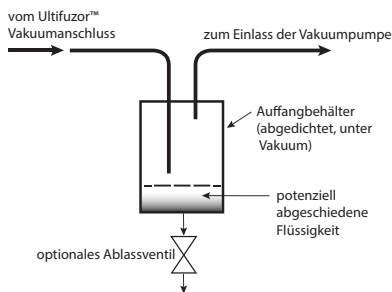

Abbildung 3: Schema einer Kondensatfalle
- 3.4 Um zu verhindern, dass kondensierbare Dämpfe oder flüssige Tinte (im Fall eines Schadens am UltiFuzor™ Modul) in die Vakuumquelle gelangt, sollte ein Flüssigkeitsabscheider (Kondensatfalle) zwischen dem Vakuumanschluss des Moduls und der Vakuumpumpe (Abbildung 3) angeordnet werden. Die Kühlung dieses Behälters, sowie eine einfache Entleerbarkeit stellen sicher, dass kein Lösemittel aus der Tinte in das Vakuumssystem gesaugt wird.